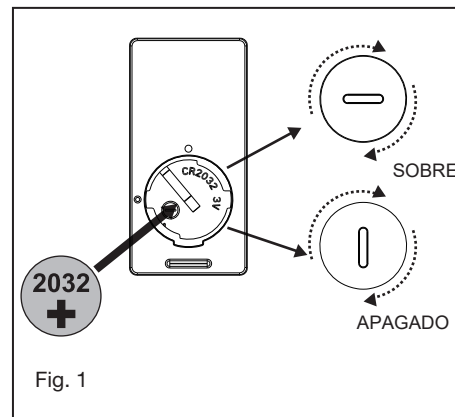

Fig. 1
- 2 Mientras sostiene el conjunto de LED debajo de su ventilador, realice las conexiones de enchufe polarizadas: (Fig. 1)
Su motor DC sin escobillas está equipado con un control remoto de tipo aprendido automáticamente. No hay interruptores de frecuencia en el receptor o transmisor. El ventilador puede comenzar a usarse una vez que finaliza el proceso de emparejamiento. Retire el panel del transmisor y luego instale una batería 2032 (incluida). Necesita usar una moneda para abrir o cerrar la tapa de la batería. Para evitar daños en el transmisor, retire la batería si no se usa durante largos períodos de tiempo (Fig.1)